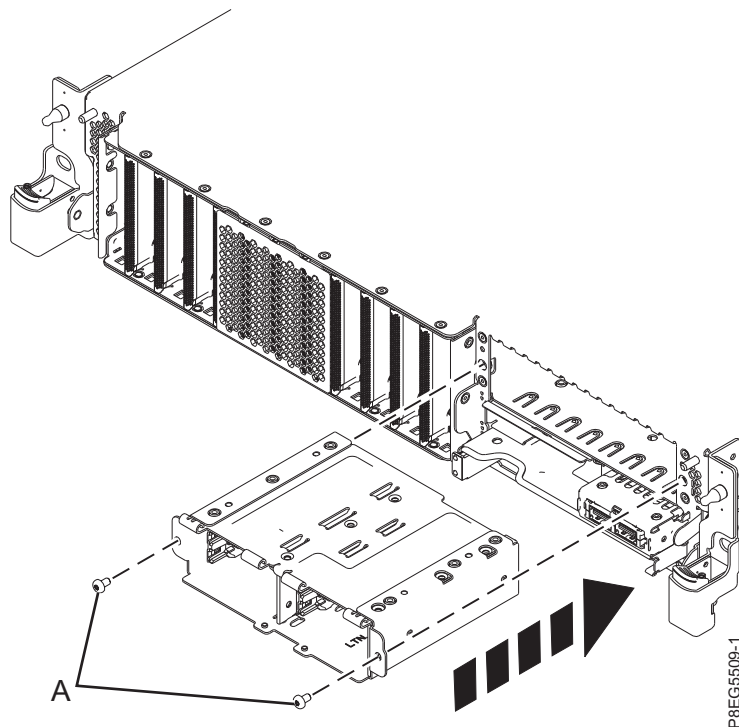

図 6. SSD ケージを再取り付けする
4. ご使用のシステムに拡張機能ディスク・ドライブ・バックプレーンがある場合は、SSD ケージをスライドさせて定位置に戻します。ねじ (A) を取り付け締めます。9 ページの図 6 を参照してください。